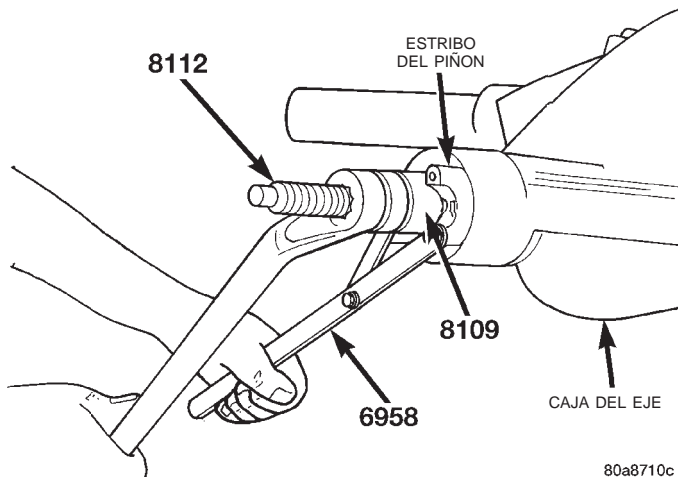

Fig. 22 Instalación del estribo del piñón
- (5) Instale el estribo con el tornillo 8112, la cubeta 8109 y la herramienta de sujeción 6958 (Fig. 22).
- (6) Si se utilizan los cojinetes de piñón originales, instale el conjunto del diferencial y los semiejes, según sea necesario.